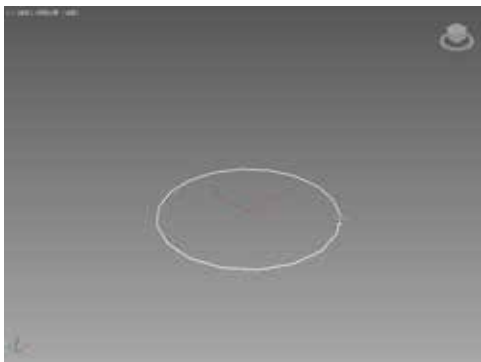

图 2-63 设置外部半径
STEP 01 执行“创建”|“标准基本体”|“管状体”命令，在任意视图中单击并拖动鼠标创建管状体外部半径，如图 2-63 所示。